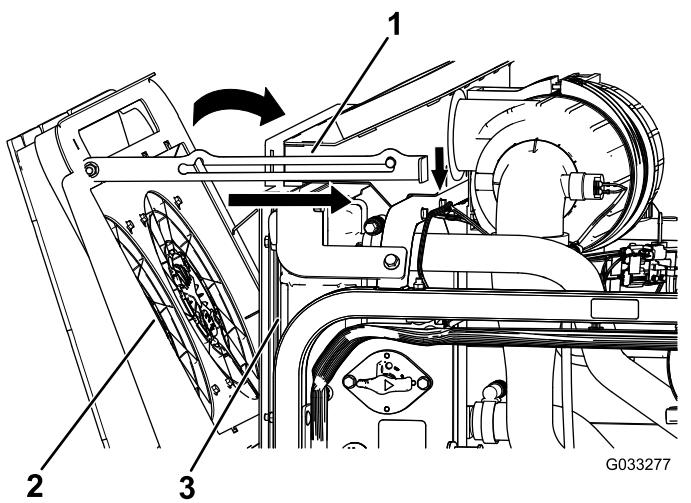

Figura 87
- Gire hacia adelante los ventiladores de refrigeración del motor, y enganche la varilla de sujeción en la muesca (Figura 87).